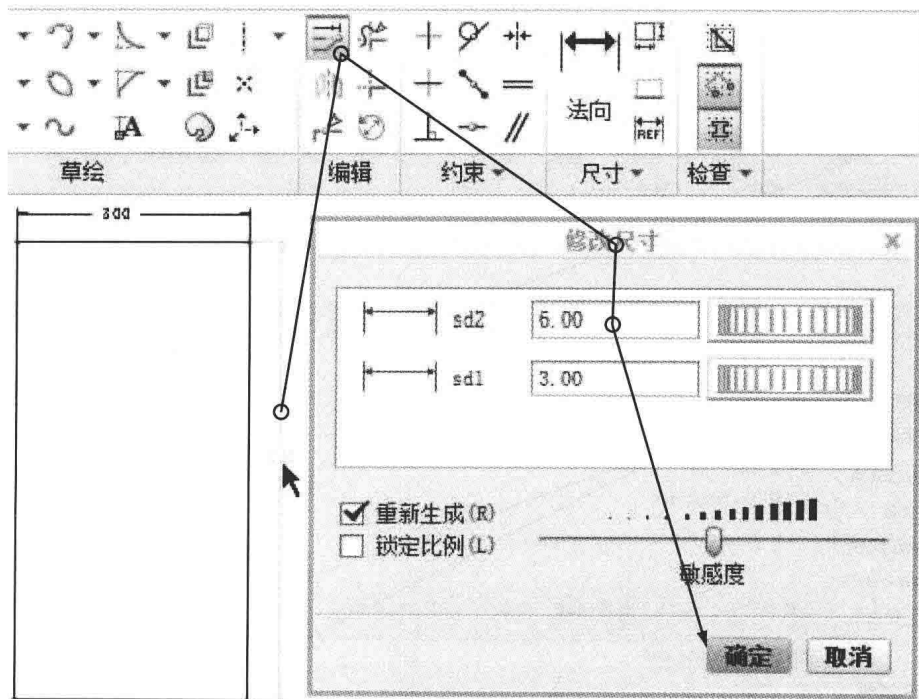

图 1-4 修改尺寸
(4) 修改尺寸
修改尺寸的常用方法有两种：①在原有尺寸标注上双击并重新输入尺寸值。②通过选择草绘选项卡的修改命令，按照提示可以对多个尺寸修改并确认，如图 1-4 所示。